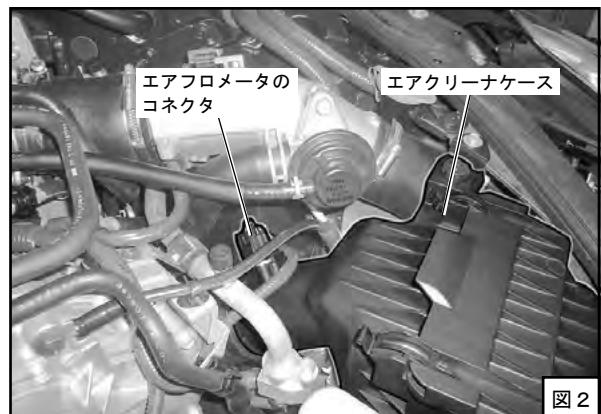

図 2
- (3) エアフロメータのコネクタを外してください。 (図 2)
- (4) ボルトを外し、エアクリーナケースを取り外してください。 (図 2)